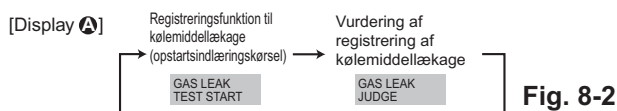

Fig. 8-2
- 2 Tryk på knappen **CLOCK** (▼), og vælg [GAS LEAK TEST START] (START GASLÆKAGETEST). (Fig. 8-2)